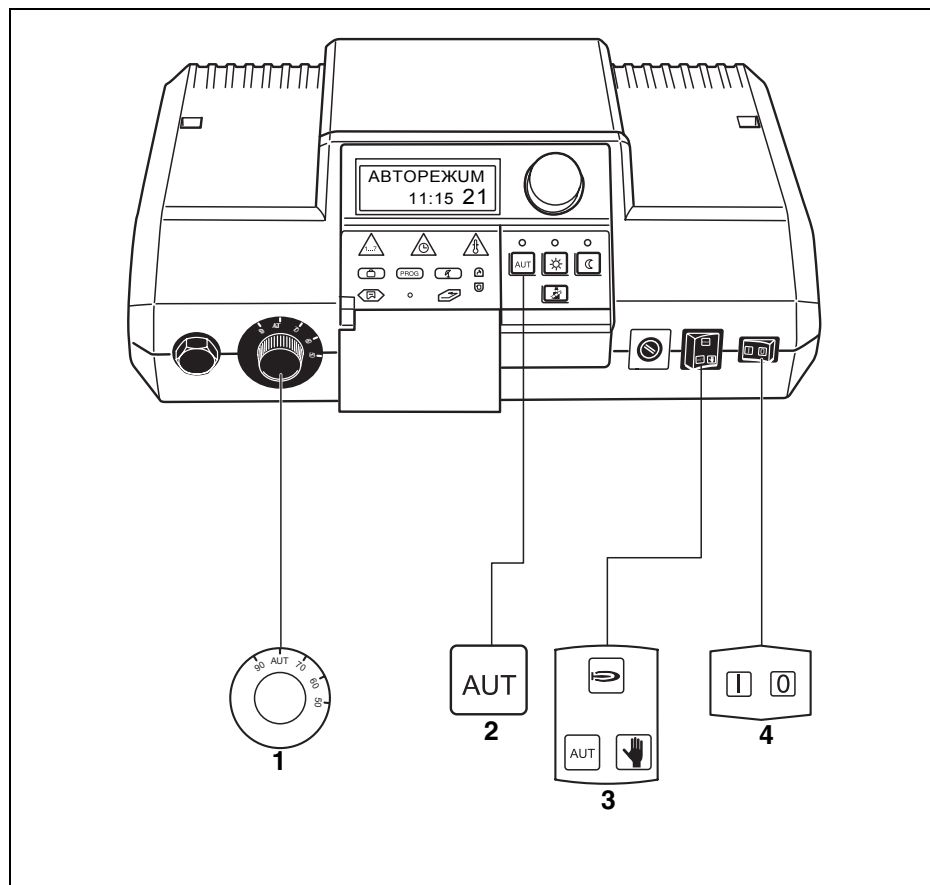

Рис. 8 Кнопки, необходимые для пуска в эксплуатацию
- Установите пусковой выключатель на " I " (ВКЛ.) (рис. 8, поз. 4).
- Поворачивая регулятор температуры котловой воды, установите его на "AUT" (рис. 8, поз. 1).
- Установите переключатель автоматического, аварийного режима, отопления и горячего водоснабжения на "AUT" (рис. 8, поз. 3).
- Нажать кнопку "AUT", для старта автоматического режима по таймеру (см. "Изменение режима работы" на стр. 22) (рис. 8, поз. 2).
Установите пусковой выключатель в положение "0" (рис. 8, поз. 4).